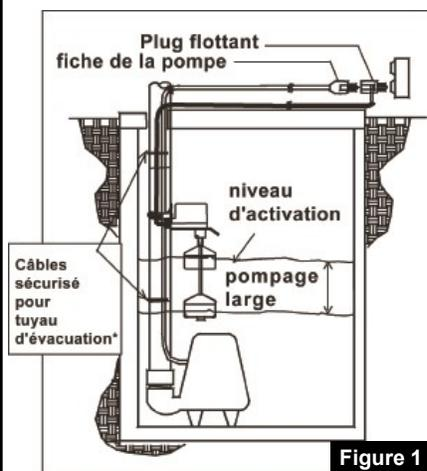

Figure 1
5. Fixer le câble de la pompe excès et passer le câble au tuyau de décharge comme le montre la figure 1*.